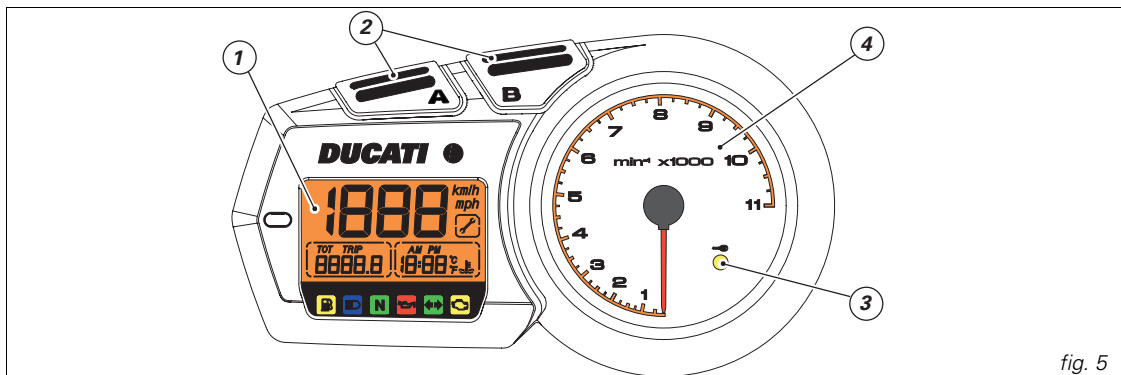

fig. 5
1) **LCD** (vedi fig. 5).
Premendo il pulsante (**B** fig. 5) con la chiave **ON** si esegue uno scrol di tipo sequenziale delle seguenti funzioni:
È possibile azzerare questo parametro entrando in questa funzione e premendo il pulsante (A, fig. 5), per almeno 2 secondi. Al raggiungimento dei 9999,9 km (o miglia) il display si azzererà automaticamente.
In automatico la centralina comunica al cruscotto il veicolo e l'unità di misura corretti da visualizzare nel display; per forzare la modifica di questi parametri premere contemporaneamente i pulsanti **(A, fig. 5)** e **(B, fig. 5)** e portare l'interruttore a chiave da **OFF** a **ON**. Sul display compare il modello del veicolo e la versione in modo lampeggiante. Premere il pulsante **(B)** per visualizzare in sequenza tutte le impostazioni possibili. Per memorizzare la selezione premere il pulsante **(A)** per almeno 5 secondi, fino alla visualizzazione sul display della sigla **OFF** e successivamente portare l'interruttore a chiave su **OFF**.
*Dopo aver portato l'interruttore in posizione ON, se si preme il tasto "B" (2, fig. 5) nei primi 5 sec. ad ogni pressione si avrà una variazione dell'intensità luminosa.*